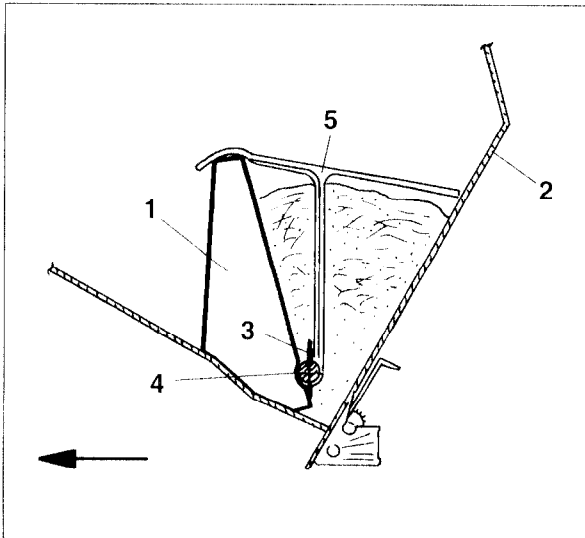

Fig. 16.1
Der Rapseinsatz (Fig. 16.1/1) reduziert das Fassungsvermögen des Saatkastens (Fig. 16.1/2). Saatgut wird bis auf ganz geringe Restmengen ausgesät.
- Rührstifte (Fig. 16.1/3) der Rührwelle senkrecht stellen.
- Die Rapseinsatzprofile (Fig. 16.1/1) stützen sich an der Rührwelle (Fig. 16.1/4) ab und sind zusätzlich mit Klemmen (Fig. 16.1/5) zu befestigen.